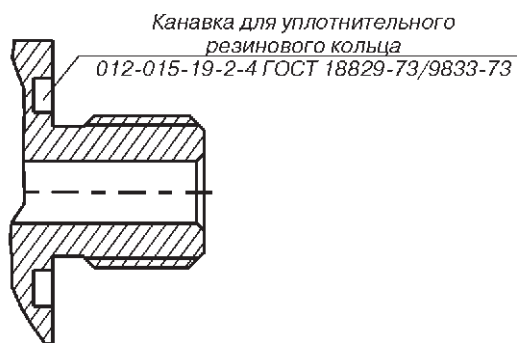

Рис.2.
** Штуцеры выполнены в соответствии с рис.2 (предназначены для подключения к датчикам типа Метран-100 мод. 1110, 1310, 1131 и т.д.).